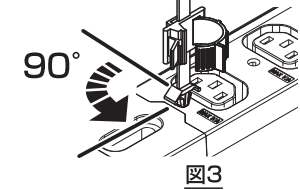

図3
- 3.コードクランプをコンセントから取り外す場合は、スナップ部をロック状態から90°回転させることで解除できます(図3)。(但し、プラグが差し込まれて無い状態で解除可能)